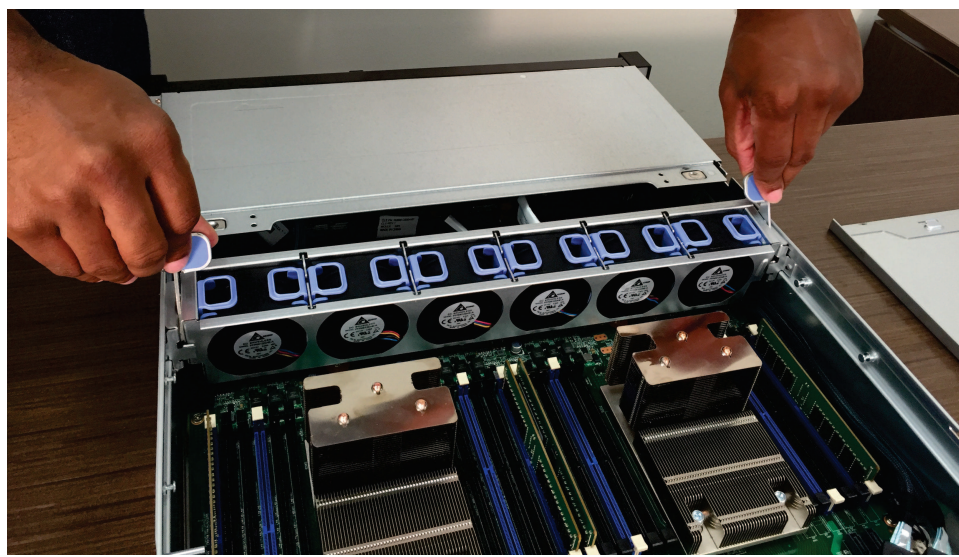

Figura 180. Removendo o Suporte do Ventilador
2. Pressione as travas de liberação do suporte do ventilador em direção uma a outra e levante o suporte do ventilador para fora do servidor, conforme mostrado em Figura 180.